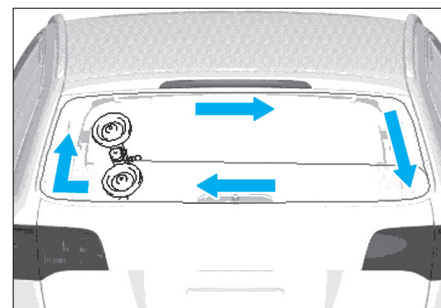

FIG. 6
- Découper complètement le cordon de colle suivant le cheminement (Fig.6).